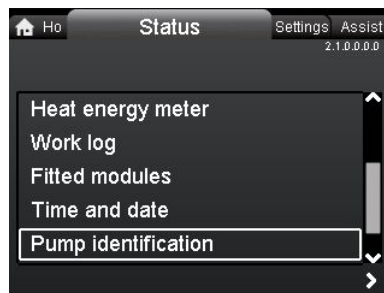

Рис. 29 Идентификация насоса
16. Убедитесь, что на насос был отправлен правильный файл. Выберите меню "Состояние" насоса и прокрутите вниз до элемента "Обозначение насоса". См. рис. 29.
12. Убедитесь, что на насос был отправлен правильный файл. Выберите меню "Состояние" насоса и прокрутите вниз до элемента "Обозначение насоса". См. рис. 29 на стр. 11.
12. Убедитесь, что в насос был отправлен правильный файл. Выберите меню "Состояние" насоса и прокрутите вниз до элемента "Обозначение насоса". См. рис. 29 на стр. 11.